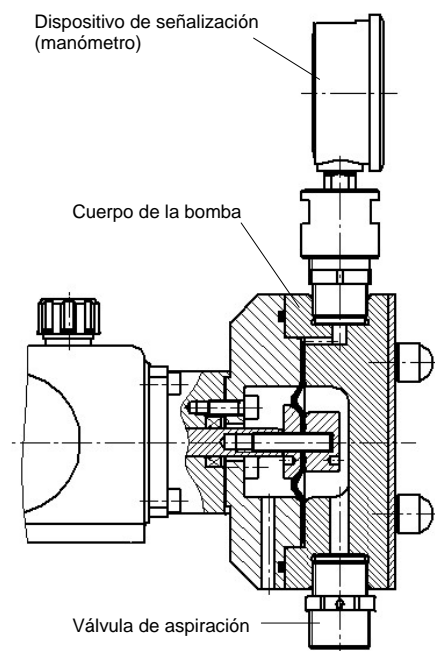

Fig. 40
- Enroscar el dispositivo de señalización (ver fig. 40).